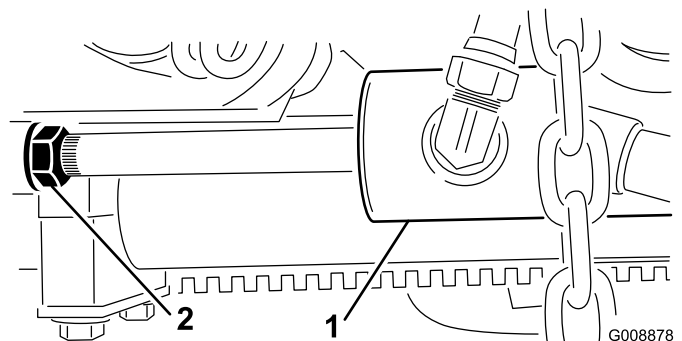

Bild 27
- Drehen Sie die die Klemmmutter am Zylinder heraus (Bild 27).